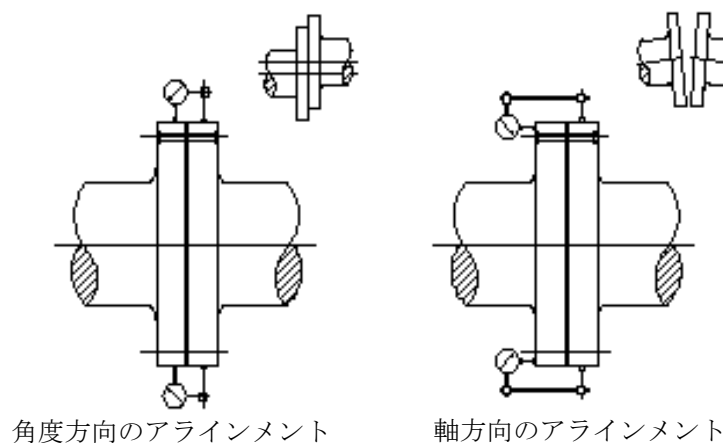

図 3-9 ゲージを使用したアライメント確認
3. アライメント機器を取り付けます。ゲージを使用する場合、両方の方向について、ダイヤルゲージを調整して、スケールの約半分がゲージに来るようにするのが適切です。数値の低下の可能性を除去するため、ゲージブラケットの堅牢性を確認します。図 3-9 ゲージを使用したアライメント確認を参照してください。